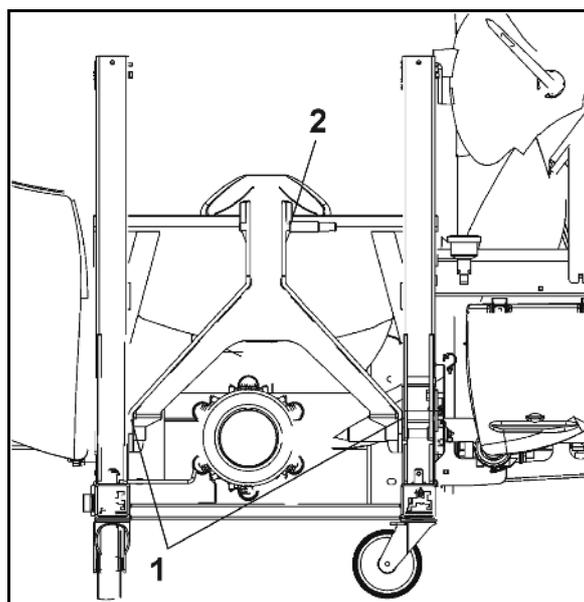

Bild 36
- Dragarmstapparna (Bild 36/1)
- Toppstångsbulten (Bild 36/2)